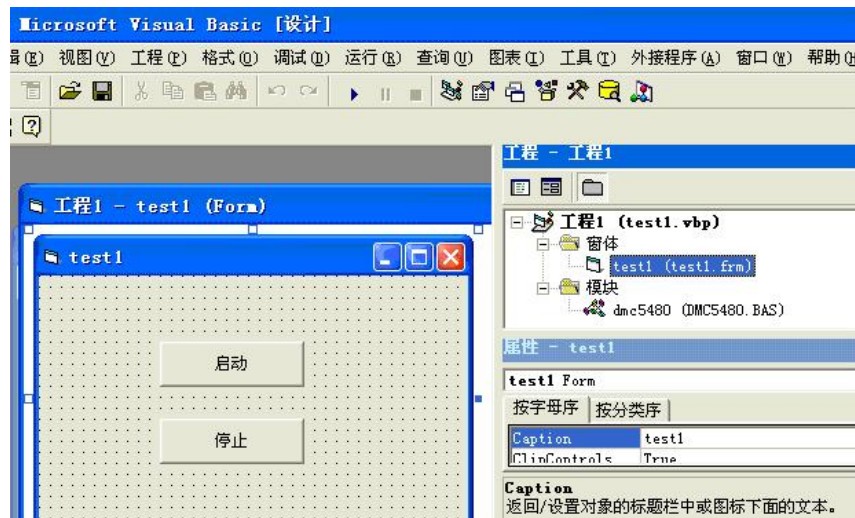

图 7-4 添加头文件
- (3) 工程保存在 E:\test1 目录下；
- (4) 在资料光盘相应目录下找到 DMC5480.bas 文件，拷贝到 test1 目录下；
- (5) 选择“工程”->“添加模块”->“现存”，找到 test1 目录下的 DMC5480.bas 文件，添加到工程中，如图 7-4 所示：